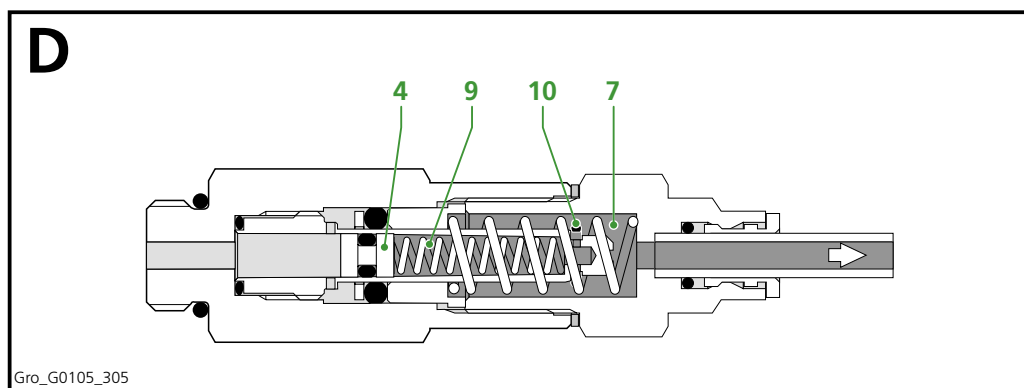

Fig 3.6 Fase D, l'unità di dosaggio durante l'esecuzione della fase D
Il seguente ciclo di lubrificazione si svolge esattamente come la fase B: tuttavia, la camera (9) è in questo caso piena di lubrificante (Fig 3.6). Quando lo stantuffo (4) viene premuto, il lubrificante viene spinto dalla camera (9) verso il punto di ingrassaggio attraverso la camera (7) e il condotto di ingrassaggio. La guarnizione circolare (10) viene in questo caso premuta verso l'esterno in modo tale da fare fuoriuscire il lubrificante dalla camera (9).